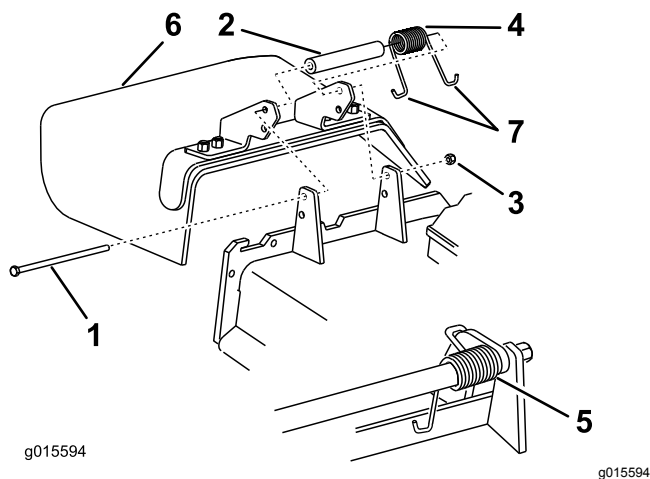

Figure 104
1. Retirez le contre-écrou, le boulon, le ressort et l'entretoise qui fixent le déflecteur aux supports de pivot (Figure 104).
Remarque: Prenez soin de placer une extrémité en J du ressort derrière le bord du tablier avant de mettre le boulon en place, comme montré à la Figure 104.
5. Accrochez une extrémité en J du ressort au déflecteur d'herbe (Figure 104).